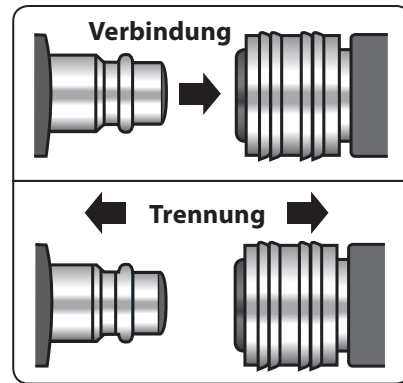

Abb. 5
6) Stecken Sie in die Schnellkupplungen des Luftaustritts den Stecker der Schnellkupplung vom Druckschlauch oder einer anderen Anlage, z. B. eines Kondensatabscheidungers, so dass beide Teile hörbar einrasten und verriegelt werden, siehe Abb. 5. Prüfen Sie, dass die Verbindung wirklich fest ist.